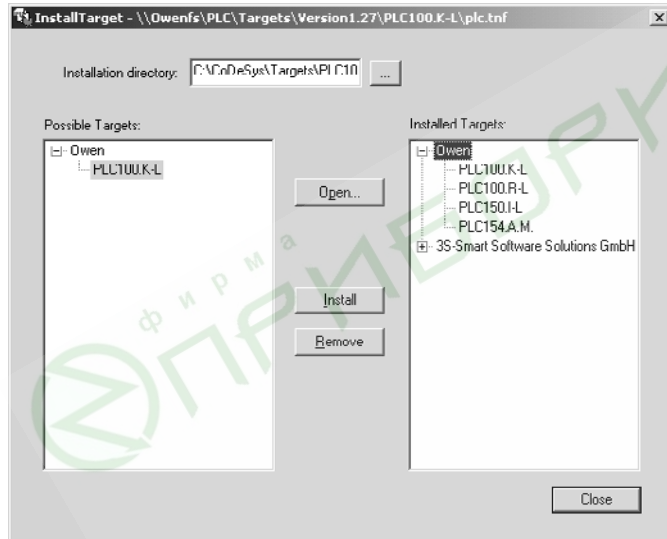

Рис. 2. Окно «InstallTarget» утилиты InstallTarget
- 1) В открывшемся при запуске утилиты **InstallTarget** окне (рис. 2) – нажать кнопку **Open** и указать путь доступа к инсталлируемому Target-файлу (имеющему расширение ***.tnf**, Target Information File). Target-файлы контроллеров ОВЕН ПЛК100 находятся на компакт-диске, поставляемом с контроллером, в папке «Target» или могут быть скачаны с сайта **www.owen.ru**.